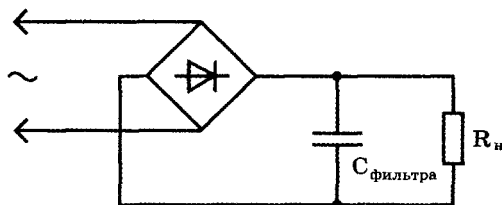
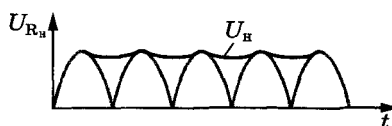

Рис. 102
Рис. 103
Наиболее простым и распространенным фильтром является емкость конденсатора, включаемая параллельно нагрузке выпрямителя (рис. 102). Сглаживающее действие конденсатора состоит в следующем. Конденсатор заряжается все время, пока напряжение на выходе выпрямителя больше напряжения на нагрузке (рис. 102). Когда напряжение на выходе выпрямителя начинает уменьшаться, конденсатор разряжается, отдавая накопленную энергию в нагрузку. Если емкость конденсатора выбрана достаточно большой, то за время уменьшения напряжения на выходе выпрямителя он не успевает достаточно глубоко разрядиться и колебания напряжения на нагрузке (пульсация напряжения) будут относительно небольшими (рис. 103).
6. К нагрузке подключите конденсатор электролитический (см. рис. 102) и снова измерьте напряжение на выходе выпрямителя.